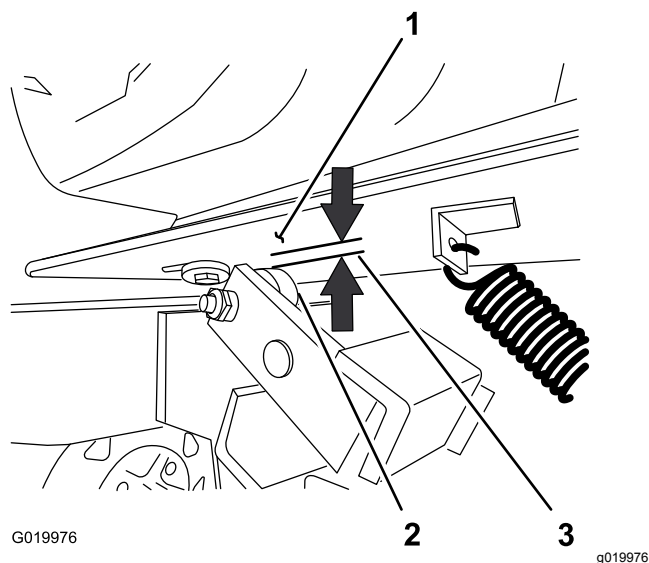

Figure 62
5. Mesurez l'entrefer entre le plancher moteur et le rouleau sur l'embrayage (Figure 62).